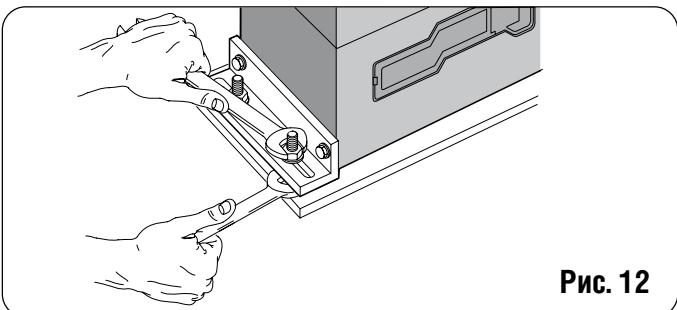

Рис. 12
5) Закрепить двигатель на плате гайками, как показано на рис. 12.